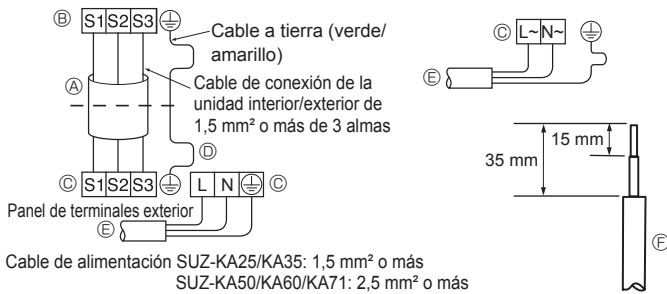
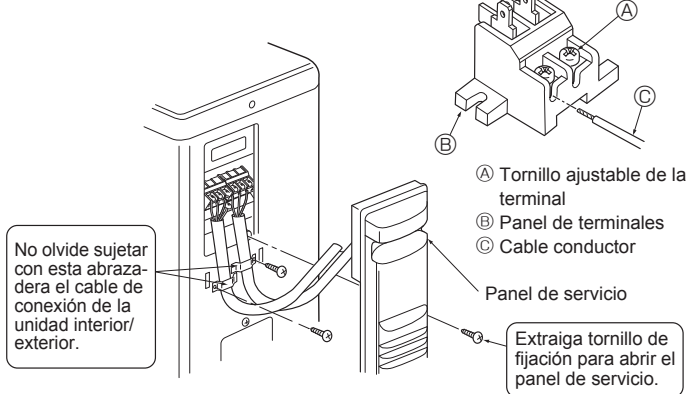
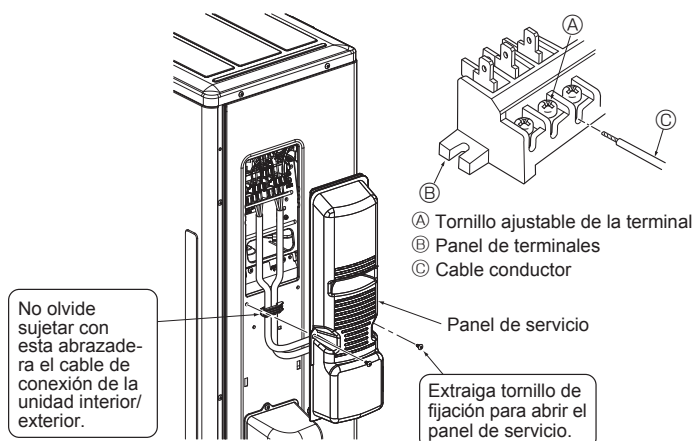

Fig. 6-2
Fig. 6-3
Fig. 6-4
6.1. Unidad exterior (Fig. 6-1, Fig. 6-2, Fig. 6-3, Fig. 6-4)
- ① Retire el panel de servicio.
- ② Conecte los cables de acuerdo con la Fig 6-1, Fig 6-2, Fig 6-3 y la Fig 6-4.
- Realice el tendido eléctrico como muestra el diagrama inferior izquierdo (los cables no vienen incluidos). (Fig. 6-2)